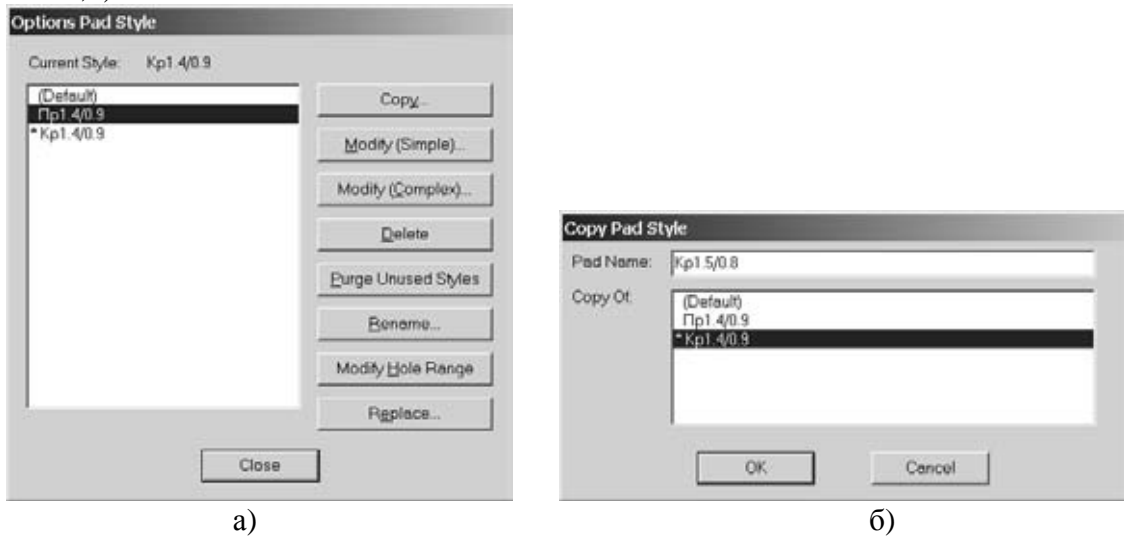

Рис.3.9.1
- Выполнить команды **Options/Pad Style**. Если в открывшемся диалоговом окне **Options Pad Style** в списке **Current Style** отсутствует тип необходимой КП (рис.3.9.1,а), то для формирования его нажать кнопку **Copy**. В открывшемся диалоговом окне **Copy Pad Style** в поле **Pad Name** набрать название нового типа КП Кр1.5/0.8 и нажать кнопку ОК (рис.3.9.1,б).